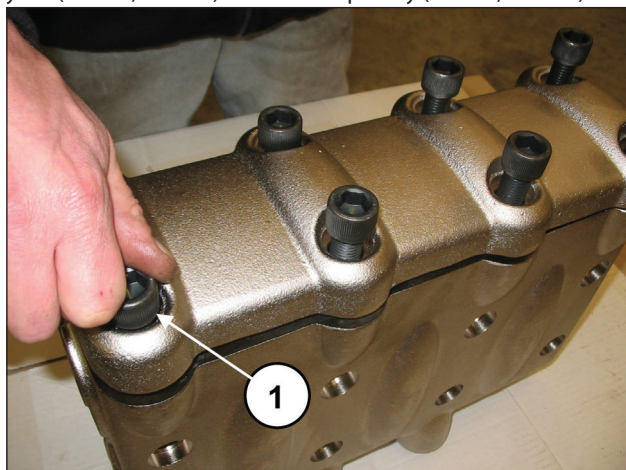
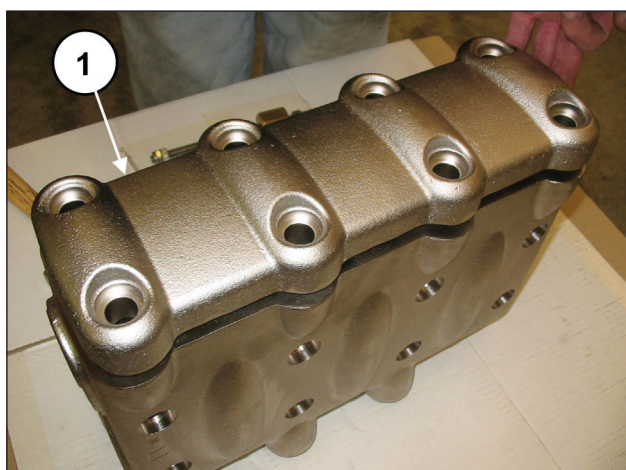

Рис. 88
Рис. 89
Открутите 8 винтов M16x55 крепления крышки клапанного узла (поз. ①, Рис. 88) и снимите крышку (поз. ①, Рис. 89).